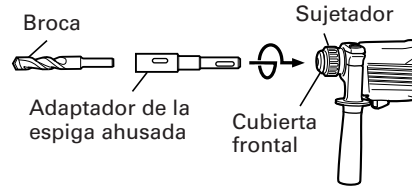
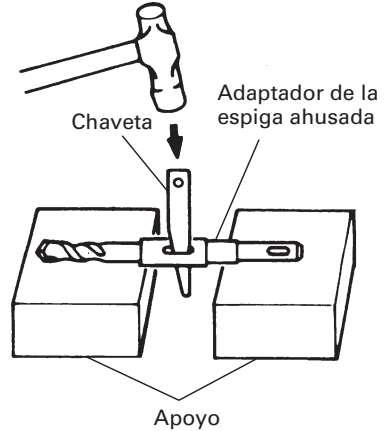

Fig. 15
Fig. 16
- (1) Montar el adaptador de la espiga ahusada en el martillo perforador. (Fig. 15)
- (2) Montar la broca (espiga ahusada) en el adaptador de la espiga ahusada. (Fig. 15)
- (3) Poner el interruptor en la posición de encendido (ON), y taladrar un agujero de la profundidad especificada.
- (4) Para quitar la broca (espiga ahusada), insertar la chaveta en la ranura del adaptador de la espiga ahusada y golpear la cabeza de la chaveta con un martillo. Usar apoyos como se muestra en la Fig. 16.